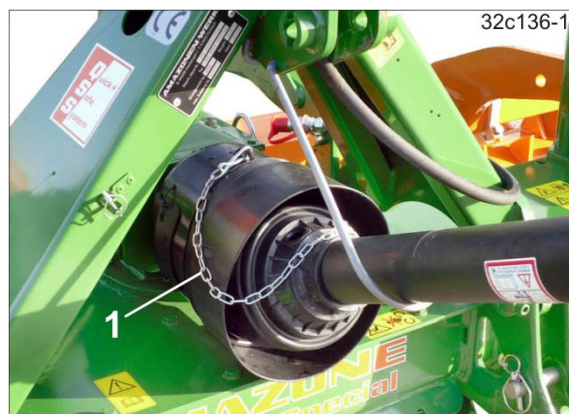

Рис. 98
11. Предохраните защитный кожух карданного вала на тракторе и агрегате от проворачивания с помощью фиксирующих цепей (Рис. 98/1).